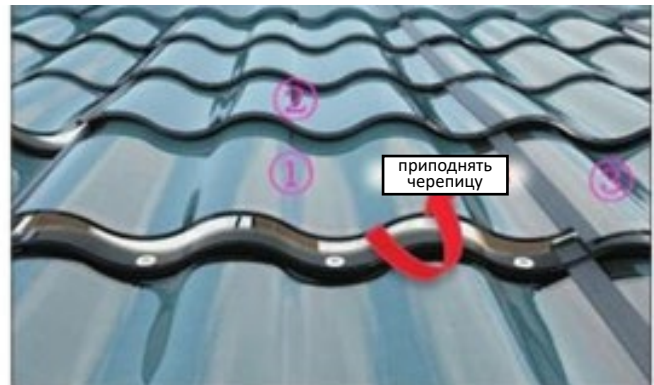

Рис. 9-1-2
2. Второй шаг: поднимите основную черепицу (1) вместе с правой стороной черепицы (3) вместе до 20-30 мм (как показано на рис. 9-1-2).